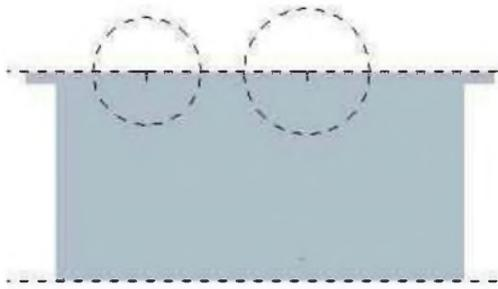

图 1-25
2) 调整视图方向，选择“草绘”|“参照”，选取图 1-25 所示的线为参照，然后单击“草绘方向”按钮，使草绘平面与屏幕平行。